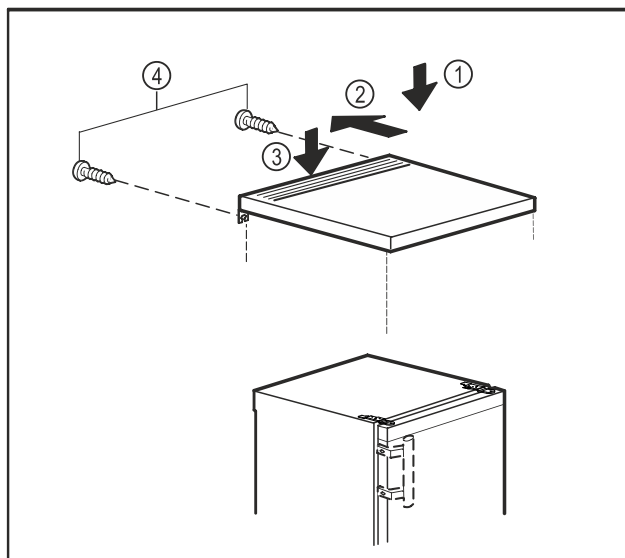

Fig. 11
- Așezați placa mesei pe aparat. Fig. 11 (1)
- Împingeți placa mesei în spate. Fig. 11 (2)
- Împingeți placa mesei în spate în jos. Fig. 11 (3)
- Însurubați ferm șuruburile pe partea posterioară. Fig. 11 (4)